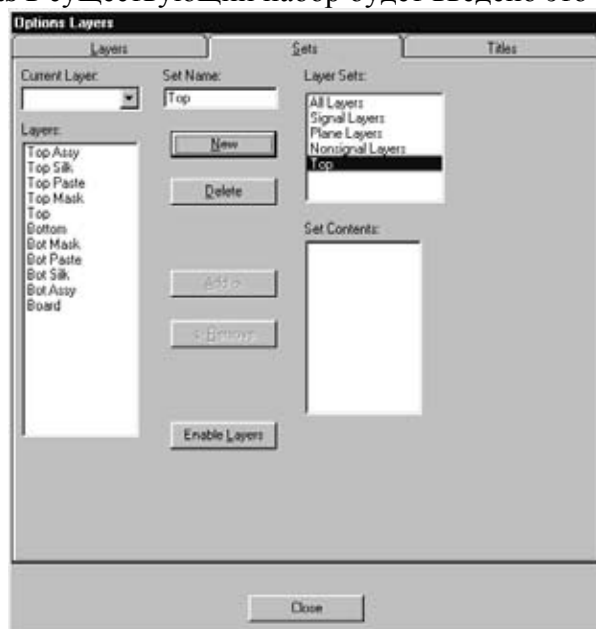

Рис.10.1
• Для получения рисунка верхнего слоя (**Top**) ПП необходимо запустить редактор **PCB** и выполнить команды **Options Layers**. В открывшемся окне **Options Layers** на закладке **Sets** выделить название слоя **Top**, затем слово **Top** набрать в окне **Set Name** и щелкнуть по кнопке **New**. В окне **Layer Sets** в существующий набор будет введено это имя (рис.10.1).